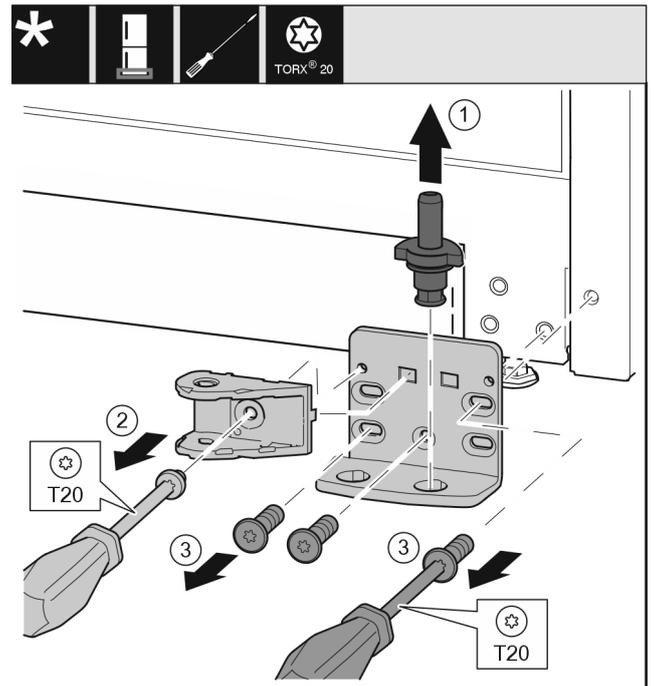

Fig. 24
- ▶ Retirer entièrement le boulon de palier vers le haut. Fig. 24 (1)
- ▶ Desserrer la vis avec un tournevis T20 et retirer la liaison de l'amortisseur de fermeture. Fig. 24 (2)
- ▶ Desserrer les vis avec un tournevis T20 et retirer le support de palier. Fig. 24 (3)